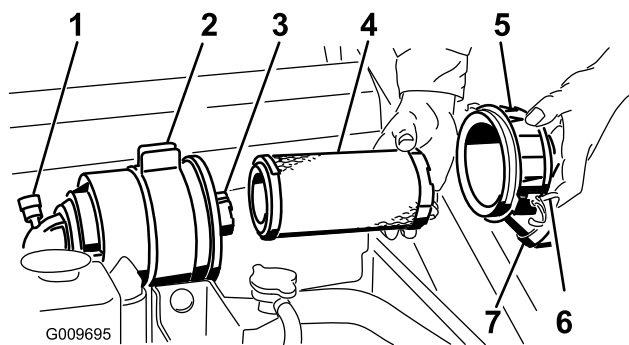

Figure 33
Important: Faites l'entretien du filtre à air uniquement quand l'indicateur de colmatage est rouge (Figure 33). Changer le filtre à air prématurément ne fait qu'accroître le risque de contamination du moteur par des impuretés quand le filtre est déposé.
4. Ouvrez les attaches du filtre à air et séparez le couvercle du corps du filtre (Figure 33).
1. Sortez l'élément principal du corps du filtre avec précaution (Figure 33). Évitez de cogner l'élément à l'intérieur du corps.
4. Si vous remplacez l'élément filtrant de sécurité, insérez-le avec précaution dans le corps du filtre (Figure 33).
5. Placez ensuite l'élément principal sur l'élément de sécurité avec le même soin (Figure 33). Assurez-vous qu'il est bien engagé en appuyant sur le rebord extérieur.
6. Reposez le couvercle du filtre à air, le côté portant l'inscription "UP" en haut, et fermez les dispositifs de verrouillage (Figure 33).